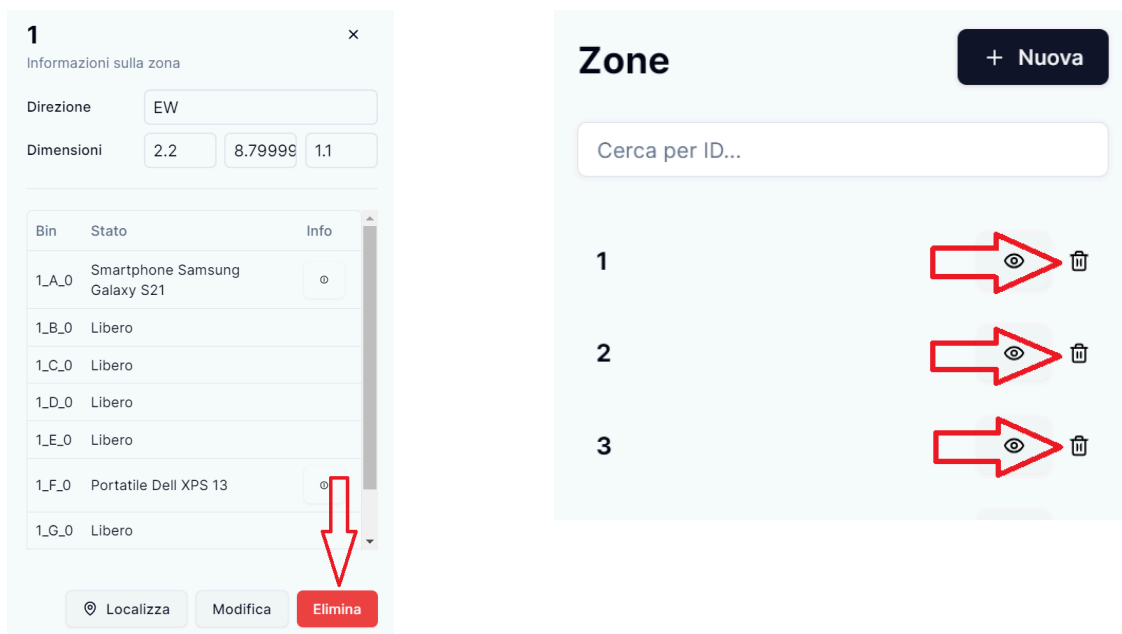

Figura 25: Pulsante “Elimina” di eliminazione zona (sinistra) e pulsanti “cestino” di eliminazione zona (destra)
- il pulsante rosso contenente la scritta “Elimina” contenuto nella parte inferiore del pannello relativo alla visualizzazione delle informazioni di una zona (Figura 25 (sinistra));
- il pulsante contenente l'icona raffigurante un cestino (Figura 25 (destra)) presente nella lista delle zone (Sezione 3.3.1) nella riga corrispondente alla zona da eliminare.